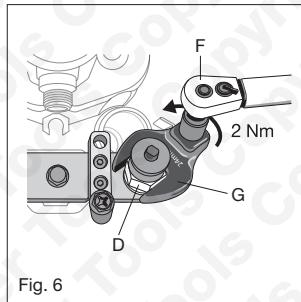

Fig. 6
5. Se reporter à la Figure 6 : Réglér la clé dynamométrique sur **2 N.m** en rotation dans le sens antihoraire.